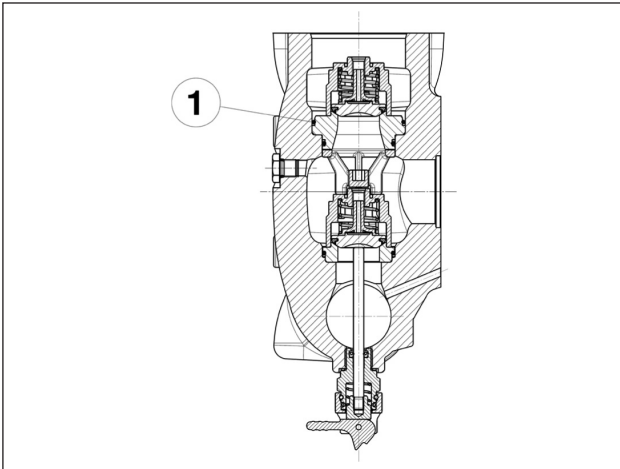

Abb. 128
Achten Sie besonders auf das Einsetzen des O-Rings Pos. ①, Abb. 128.